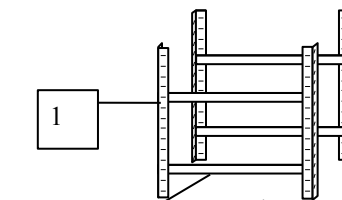

Рис. 1
- Собрать две боковые стенки стеллажа (см. рис. 1), вставив штыри на перемычках "2" в пазы стоек "1" (сборку стеллажа следует начинать с более длинной боковой стороны). Перемычки должны устанавливаться попарно на одном уровне.